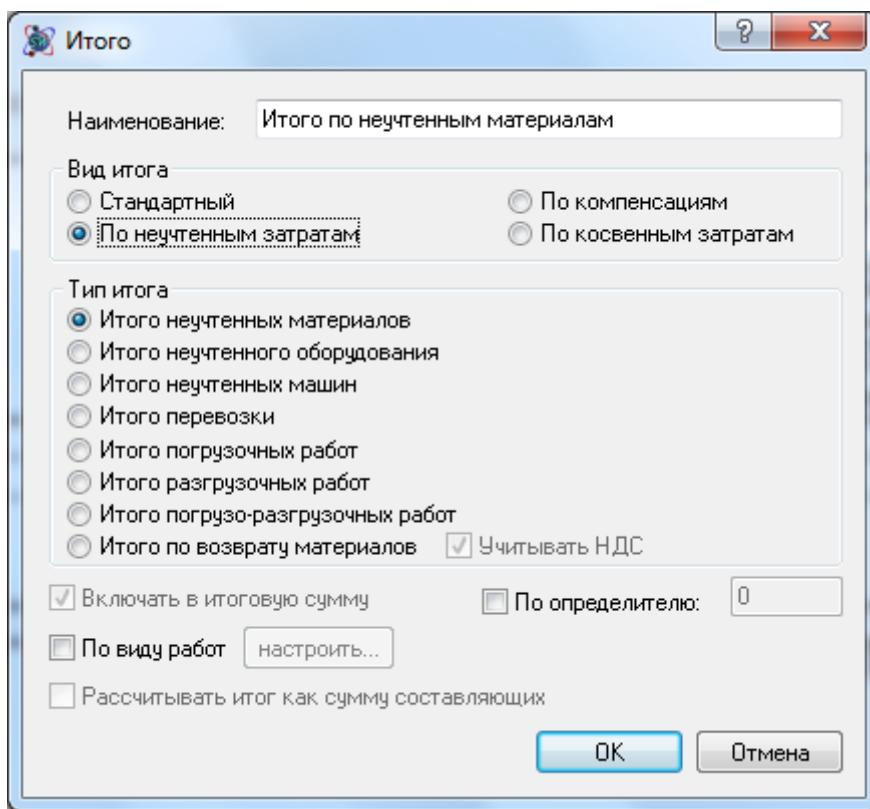

Рис. 4.47 Вид итога по неучтенным затратам, типы итогов
- Вид итога По неучченным затратам (рис. 4.47), типы итогов: